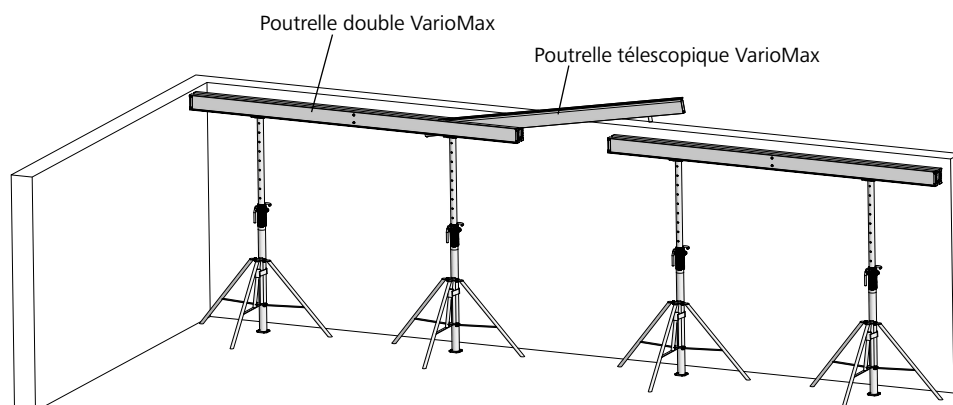

Fig. 8.1
4. Poser d'abord les poutrelles doubles, insérer ensuite les poutrelles télescopiques (Fig. 8.1). Lorsque la poutrelle télescopique se trouve entre deux poutrelles doubles, le téton de connexion de la poutrelle télescopique peut être poussé tout contre la platine du téton de connexion de la poutrelle double. Située sur l'autre extrémité de la poutrelle télescopique, la vis d'arrêt indique la portée maximale de la poutrelle télescopique (Fig. 8.4).